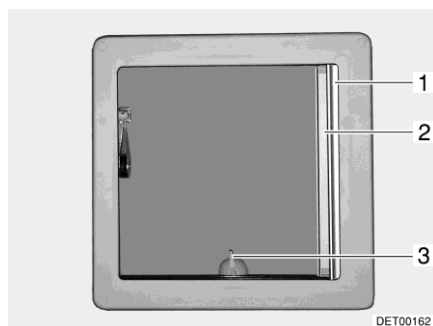
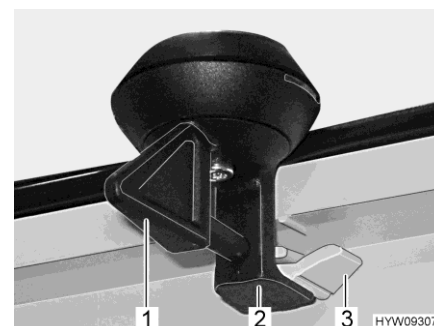

Bild 80 Uppfällbar taklucka
Bild 81 Lås (uppfällbar taklucka)
- Vrid spaken (Bild 80,3 resp. Bild 81,1) ett kvarts varv.
- Vrid spaken ett kvarts varv. Låset (Bild 81,2) måste glida in i den nedre spärren (Bild 81,3).
- Drag ut plisségardinen (Bild 80,1) och släpp den i önskad position. Plisségardinen stannar i denna position.
- Drag ut insektsnätet (Bild 80,2) tills det hakar in i låset på motsatta sidan.